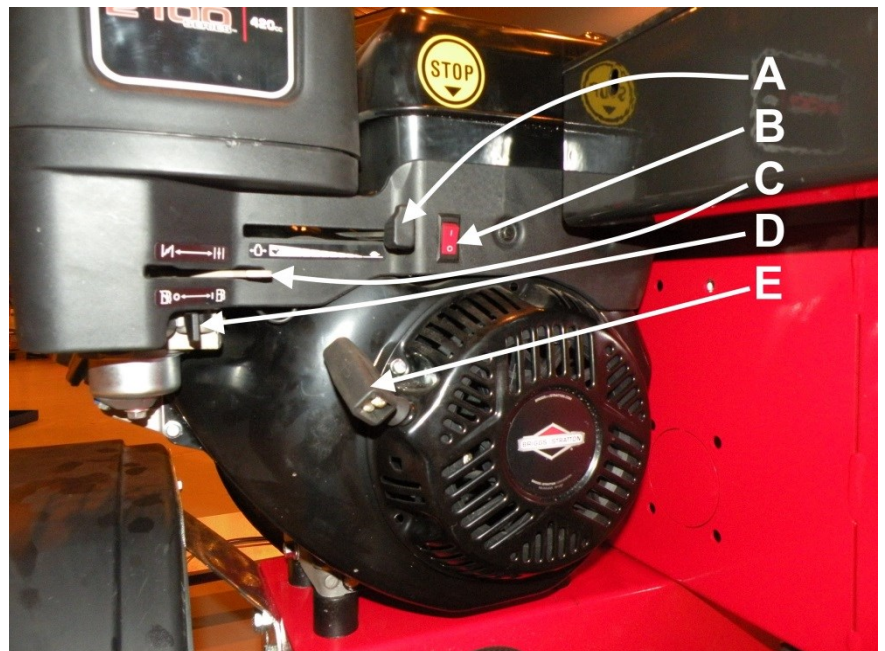

Bild 14.
2. Slå på motorns ström med knapp B (i läge 1) (bild 14).
3. Öppna bensinkranen genom att vrida spak D åt höger och sätt **VID BEHOV** (ifall maskinen är så kall att den inte startar utan flödet) på flödet genom att svänga spak C åt vänster (bild 14).
4. Vrid gasspak A halvvägs (bild 14).
5. Dra i handtag E tills motorn startar. Öka vid behov motorns varvtal med gasspaken A (bild 14).
Maskinen stängs av genom att ställa knapp B (bild 14) i 0-läget. **Obs! Kör den varma motorn på tomgång en stund innan du stänger av den.**